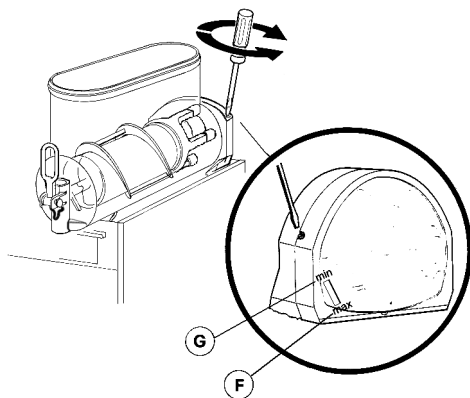

Bild 4
- 1 **Einstellung der Konsistenz:** Die optimale Konsistenz der Granita wurde werkseitig eingestellt. Soll diese Konsistenz geändert werden, mit einem Schraubenzieher die dafür an jeder der Rückwände des Dispensers vorgesehene Stellschraube wie folgt drehen (Bild 4):